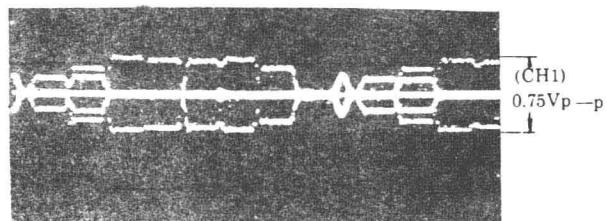

图 12 COM(延迟线)触发电平
(7) 色信号振荡基准频率的确认:PS303(4) 输入 PAL 彩条信号, PS302(7) 输入 FM 信号, 频率计接 TL320, 要求频率计指示 $f=4433618 \pm 150Hz$ 。
(8) COM(延迟线)触发电平的确认:PS303(4) 输入 PAL 彩条信号, PS302(7) 输入 FM 信号, 示波器接 PP805(7), 机器置重放状态, 要求: COM 电平为标准值 $\pm 30\%$, 见图 12 所示。